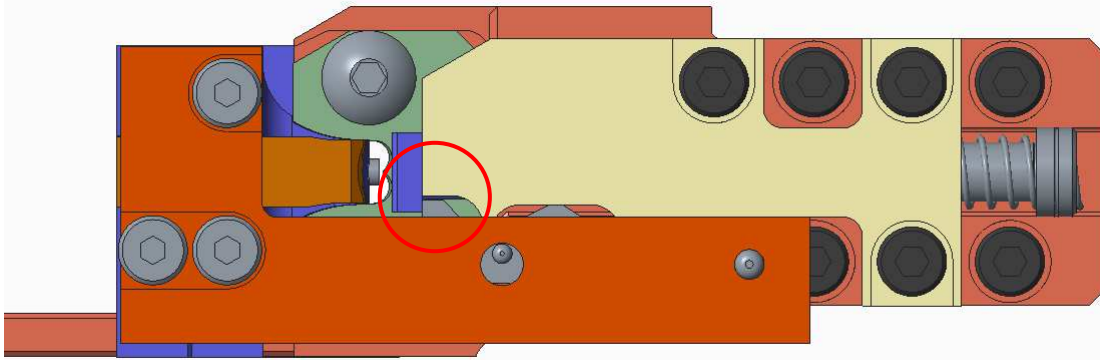

Abbildung 29
- d. Installieren Sie Schnittmesser, Kolben und Träger, wie in Abbildung 29 gezeigt.
1. Der Kolben drückt die gehobene Geometrie auf den Halter und rastet in unterer Stellung ein (siehe Abb. 29).